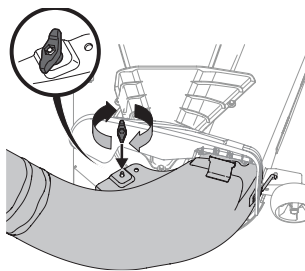

Figure 20
5. Fixez le coude de la goulotte de descente au plateau de coupe au moyen du bouton à ailettes (720-04122) inclus dans la trousse du dispositif d'ensilage. Consultez la Figure 20.